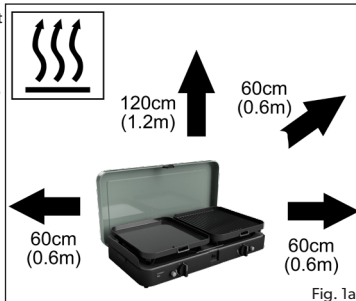

Fig. 1a
- Sørg for at apparatet holdes borte fra brannfarlige materialer når det er i bruk. Trygg minimumsavstander er: over apparatet - 1,2 m, på baksiden og på sidene - 0,6 m. (fig.1a)